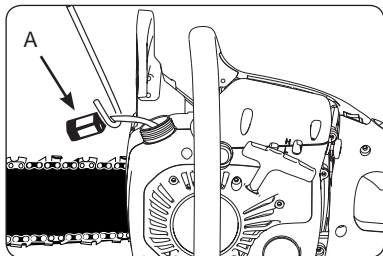

Рис. 19
4. Вытащите фильтр (А) из резервуара (Рис. 19).